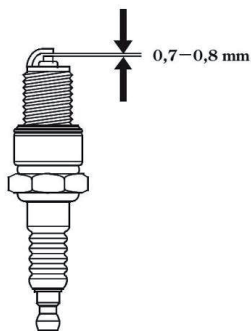

рис.5
### 8.7 Свеча зажигания см. рис.5
- рекомендуется проверить величину межэлектродного зазора, который должен составлять 0,7-0,8 мм. При существенном отклонении величины зазора от указанной, необходимо его отрегулировать (восстановить) или заменить свечу (см. рис.5);